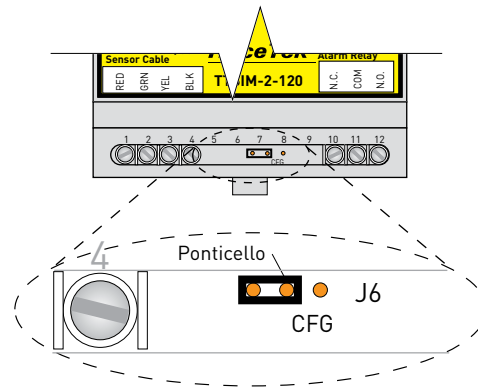

Figura 7b. Ponticello di configurazione impostato per il funzionamento normale
- Posizionare il ponticello di configurazione in posizione normale di esercizio, come illustrato in Figura 7b, o rimuoverlo completamente (il ponticello non è richiesto in condizioni di normale funzionamento).